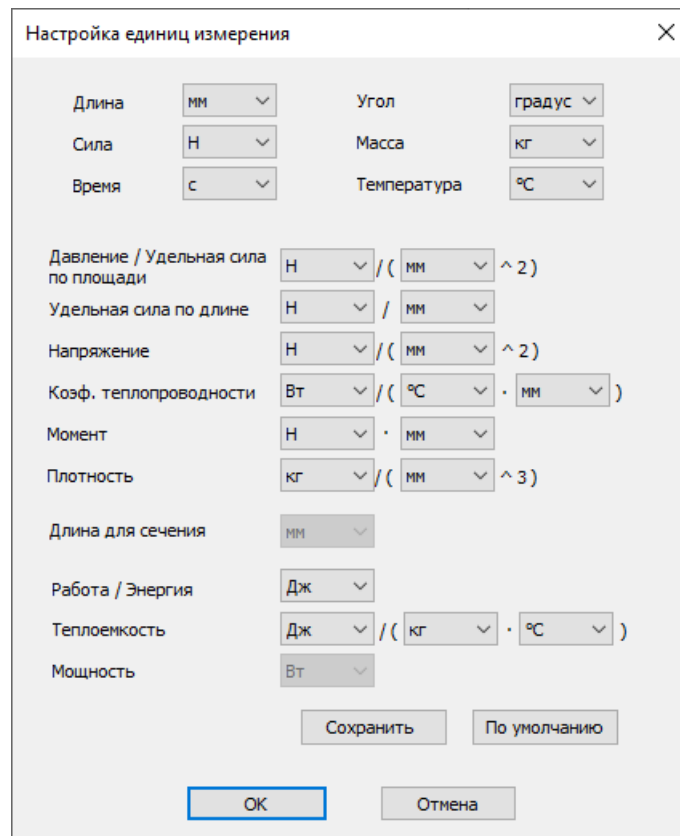

Рис. 1.10. Настройка единиц измерения
**Единицы измерения** – команда вызывает диалоговое окно, в котором можно выбрать единицы измерения для различных физических величин, используемых в модуле APM FEM (Рис. 1.10).